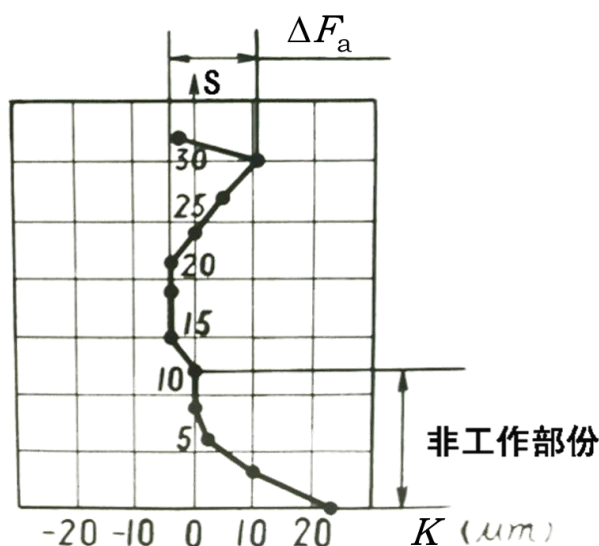

图 3-2 齿廓偏差测量曲线图
5. 绘制渐开线展开长度 S 与指示表指示偏差 K 的曲线图，分析测量结果。根据 ΔF_a 的数值评定齿轮精度等级或按规定精度评定合格与否。图 3-2 为曲线实例。计算齿廓偏差 ΔF_a 时，可不考虑齿根部齿形的非工作部分线段，可按误差曲线斜率急剧的变化点近似地确定非工作部分的位置。